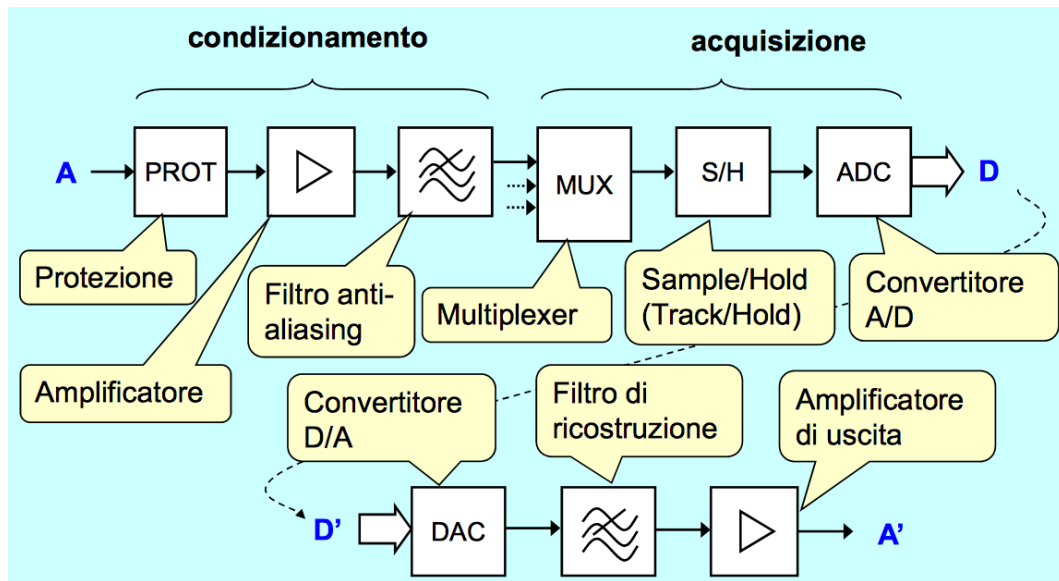

Figura 20: Schema convertitore ADA
**Convertitore** La struttura completa di un convertitore  $A \rightarrow D \rightarrow A$  si presenta come in figura 20.